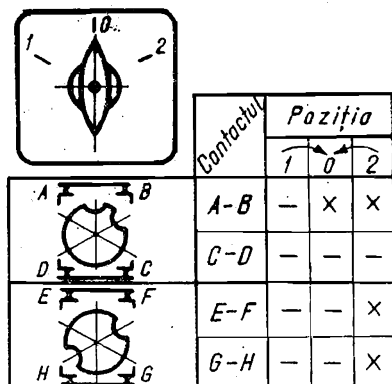

Fig. 2.123. Schema comutatorului inversor bipolar cu revenire din 2 poziții C. 16.02.32.001.
*Comutatorul tip C.16.02.31.005, din fig. 2.123, are 2 etaje, 4 contacte și 3 poziții: 0 — contactul A-B închis, 1 — toate contactele deschise; 2 — contactele A-B, E-F și G-H închise.*